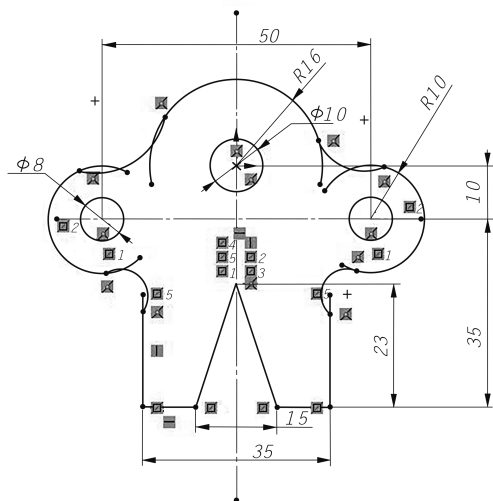

图 1-2-17 绘制连接弧
(3)标注如图 1-2-17 所示的尺寸。
- (1) 启动【三点圆弧】命令, 绘制连接弧(见图 1-2-17)。